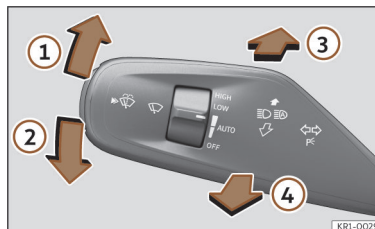

Fig. 93 Manípulo dos indicadores de direção e dos máximos.
- A partir da posição base, pressione para a frente o manípulo dos indicadores de direção e de máximos >>> **Fig. 93 ③**.
- **OU:** se o assistente de máximos estiver ligado, puxe para trás o manípulo dos indicadores de direção e de máximos >>> **Fig. 93 ④**.